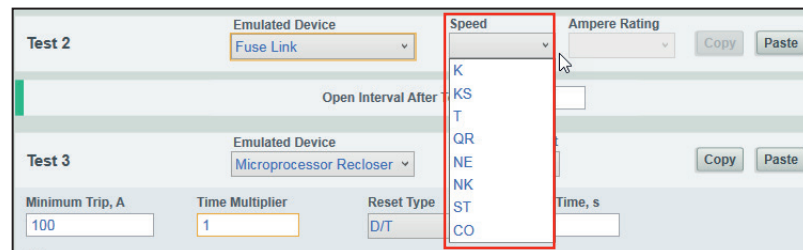

Figura 94. Menú desplegable de Velocidad.
**Speed (Velocidad).** Seleccione la velocidad del eslabón fusible de la lista del menú desplegable de **Velocidad**. Ver la Figura 94.